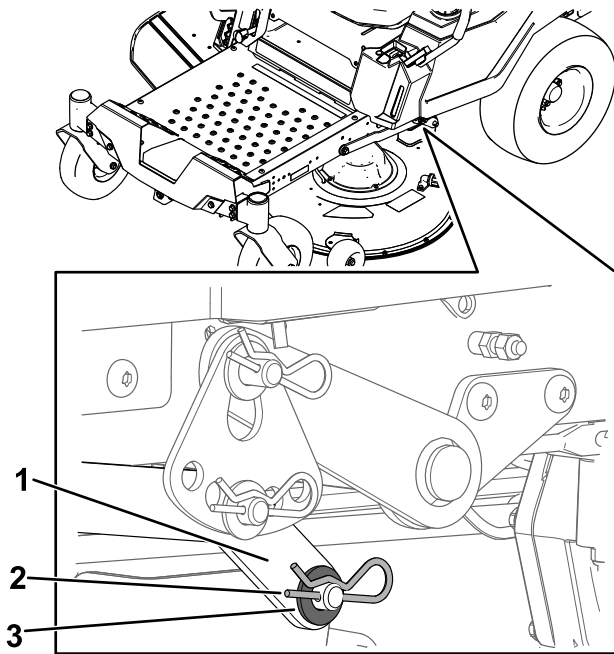

Bild 72
7. Entfernen Sie auf einer Seite der Maschine die Unterlegscheibe und den Splint vom Mähwerksstift (Bild 72).
5. Heben Sie auf einer Seite der Maschine die Rückseite des Mähwerks an und montieren Sie den Hubarm am Mähwerksstift (Bild 72).
6. Montieren Sie den Hubarm mit der Unterlegscheibe und dem Splint (Bild 72).
8. Entfernen Sie den Hubarm vom Mähwerksstift (Bild 72).